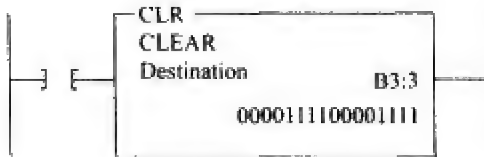

图 11-27
10. 参考图 11-27, 当梯级变为真时, 字 B3:3 中的每一位的值分别是多少?